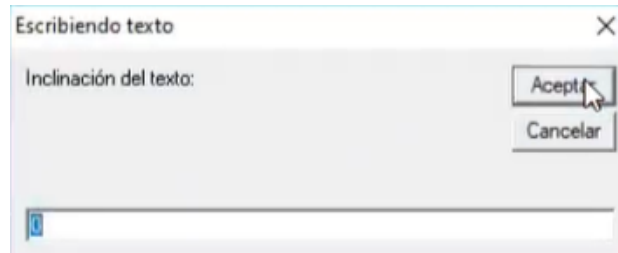

Figura 193. Inclinación del texto.
49. En la última ventana emergente, introducir una inclinación del texto adecuada y presionar “Aceptar”. Figura 193.